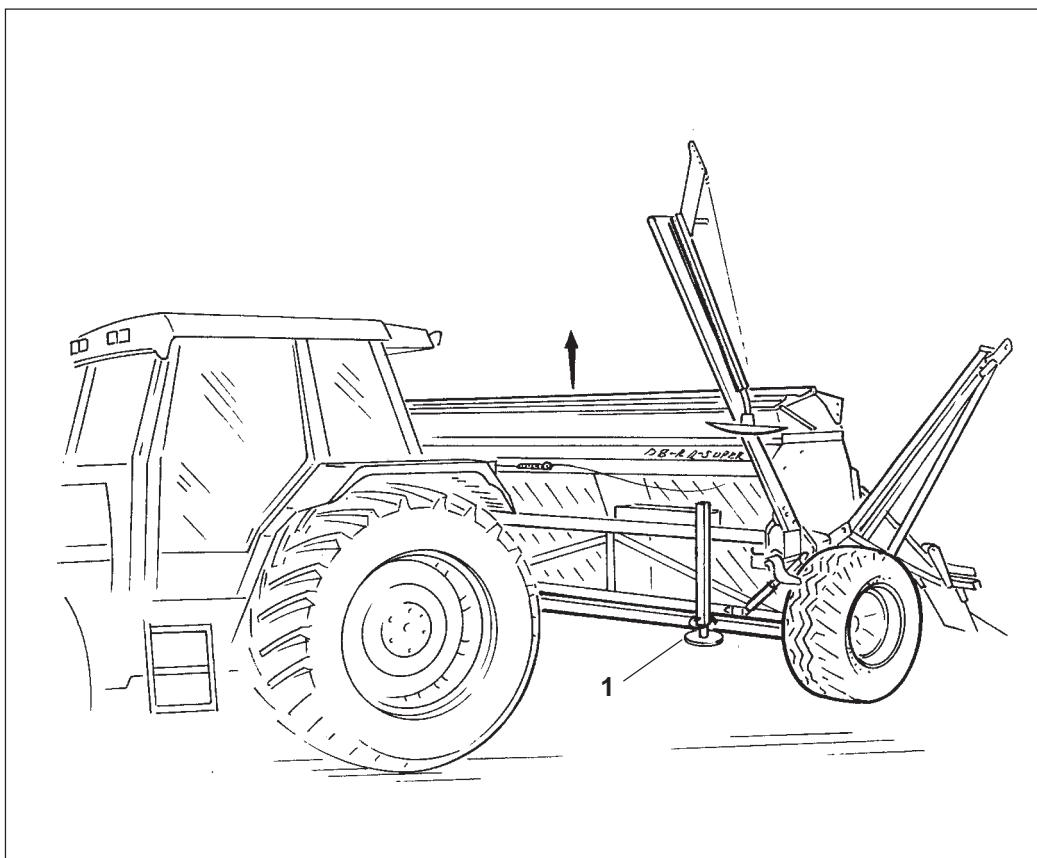

Рис. 19.4
#### Приведение в опорное положение стоек (Рис.19.4/1):
- Присоедините сеялку к трехточечной навеске (см. Рис. 19.4).